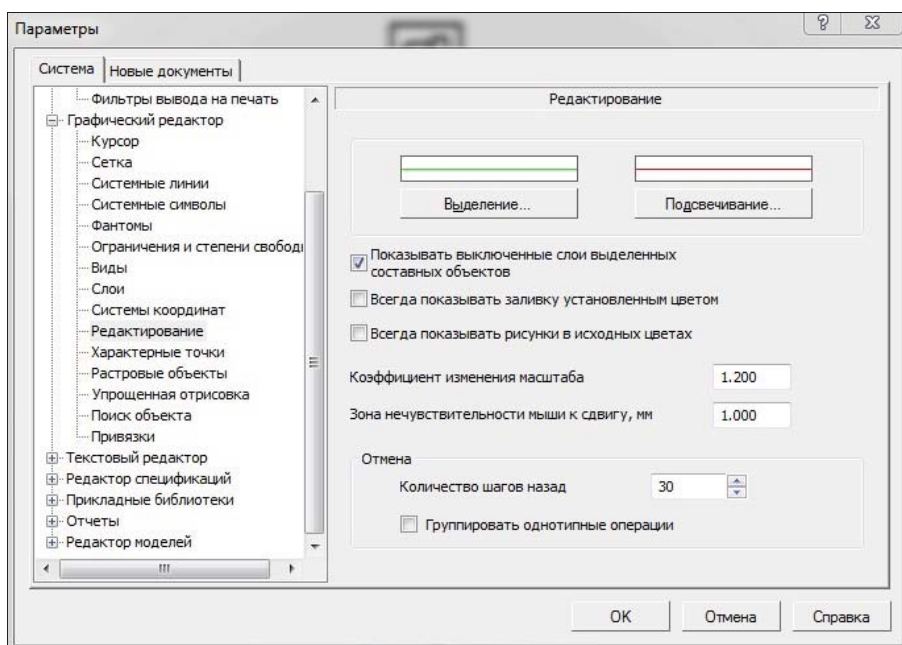

Рис. 17.9. Диалоговое окно **Параметры** с открытой панелью **Редактирование**
- ◆ щелкните ЛК мыши по пункту **Редактирование** — в правой части появилась панель **Редактирование** (рис. 17.9). Для изменения параметров: